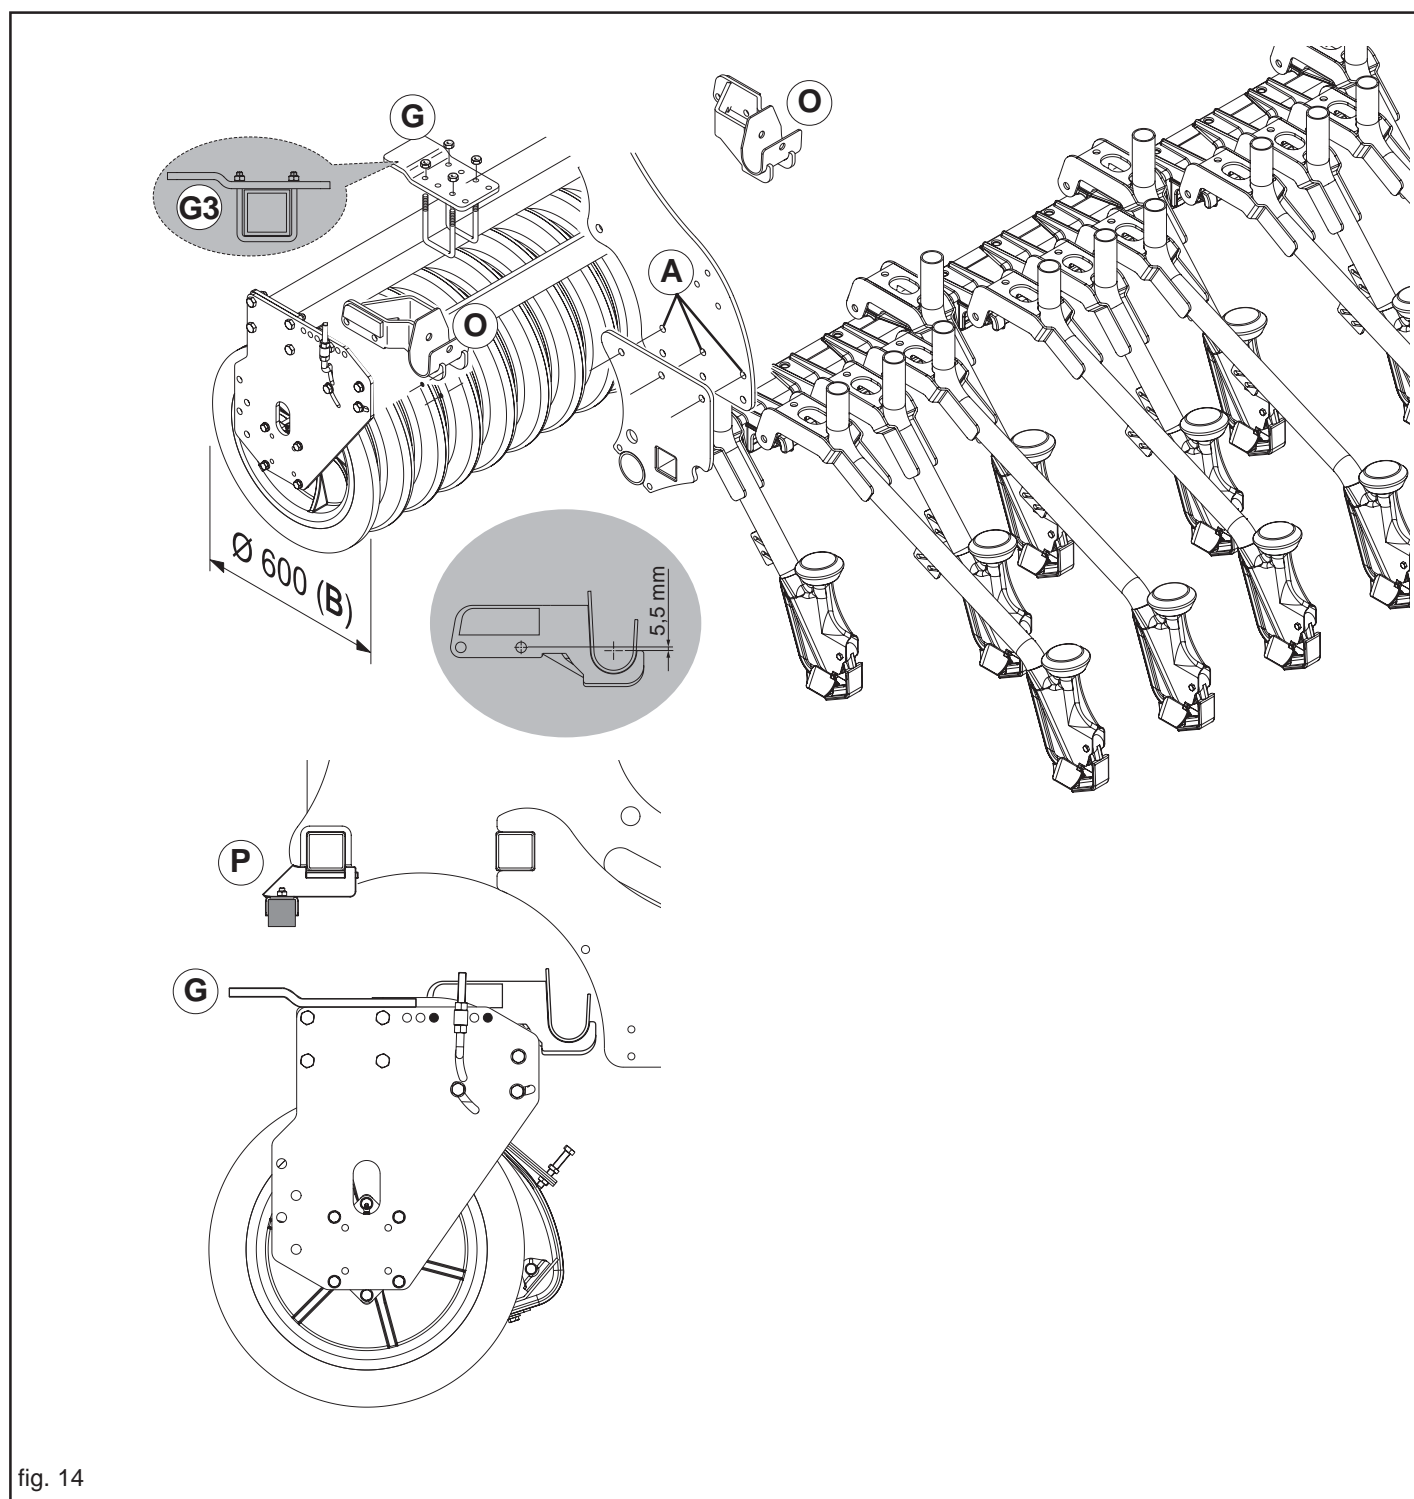

fig. 14
- Nr. 2 supporti (O, Fig. 14).
- Nr. 2 supporti (P, Fig. 14).
- 1) Position de barre de sème en A (Fig. 14);
- Monter les deux supports du semoir (O, Fig. 14) sur le cote rouleau postérieur de la herse rotative, comme est indiqué en Fig. 14.
- En correspondance des supports (P, Fig. 14), monter les palques de j'appuie (G) comme indiqué en Figure 14. Faire de l'attention au correct montage de la palque (G2).